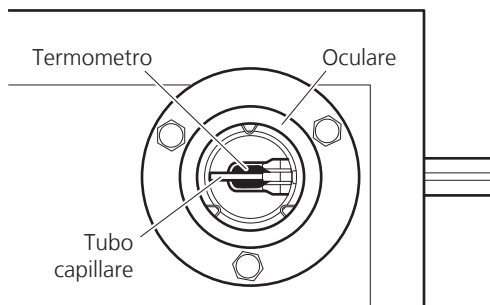

Fig 5
4. Servendosi dell'oculare di ispezione, collocare il tubo nella posizione più adatta a garantire l'osservazione ottimale del campione (v. Fig.5).